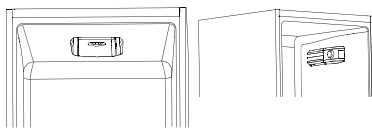

Fig.4
- El termostato para el control del aparato se encuentra dentro de la cámara frigorífica (fig. 4). Gire la rueda del termostato sacándola de la posición "0". Cuando la puerta del frigorífico está abierta, la luz permanece encendida.